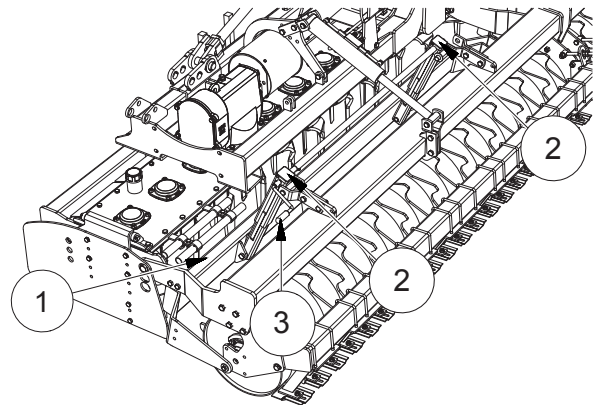

FIG. 40
Die Kreiselegge ist zur Ebnung oder Lockerung des Erdbodens mit einem Nivellierbalken ausgestattet (1, "Fig. 40"), der hinter den Zähnen montiert ist und dessen Höhe sich durch Kurbelschrauben verstellen lässt (2, "Fig. 40"). Es ist ratsam, die Arbeit mit der Planierschiene in hoher Position zu beginnen. Darauf die Position der Schiene regulieren, indem man die Kurbel (3) bis zur gewünschten Position dreht. Während der Einstellung diesen so genau wie möglich auf gleicher Höhe zum Erdboden halten.